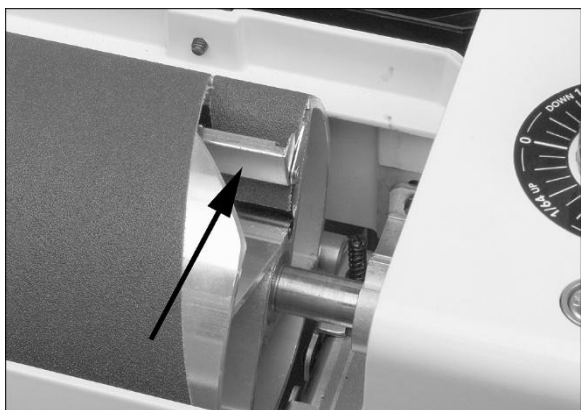

Figure 6-6
6. Pressez le releveur interne (Figure 6-6) et insérez l'extrémité arrière de la bande aussi loin que possible. Si nécessaire, taillez l'extrémité effilée de la bande abrasive.